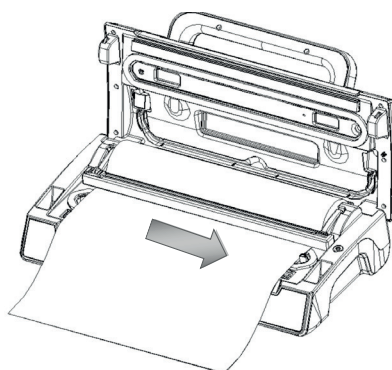

Fig. 4
4. Sænk holderen til klingen og sørg for, at posen ligger korrekt. Træk herefter klingen fra den ene til den anden side for at beskære posen (fig. 4).